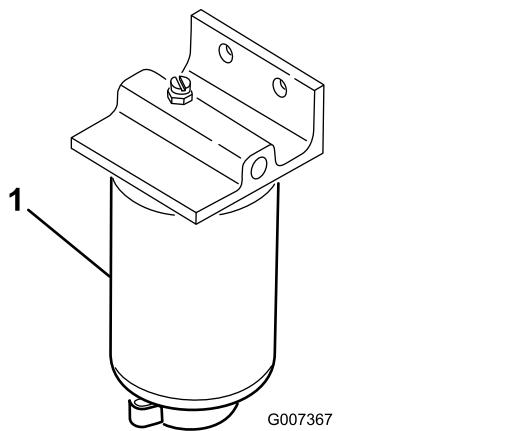

Figura 51
Retire água ou outro tipo de contaminação do separador de água (Figura 51) diariamente. Substitua o recipiente do filtro após cada 400 horas de funcionamento.
2. Liberte o tampão de escoamento que se encontra na zona inferior do recipiente do filtro (Figura 51).